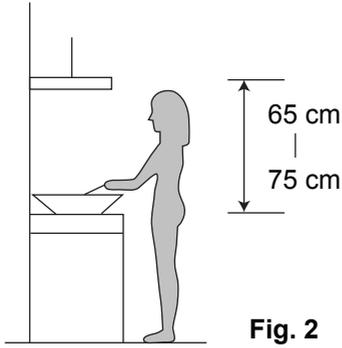

Fig. 2
- La hotte doit être placée à une distance de 65-75 cm de la surface de cuisson. (Voir la Fig. 2).